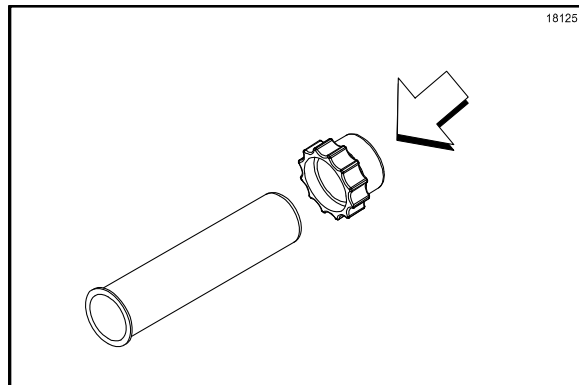

Рисунок 90
5. Установите плунжерную гайку на плунжерную трубку. (См. рис. 90)